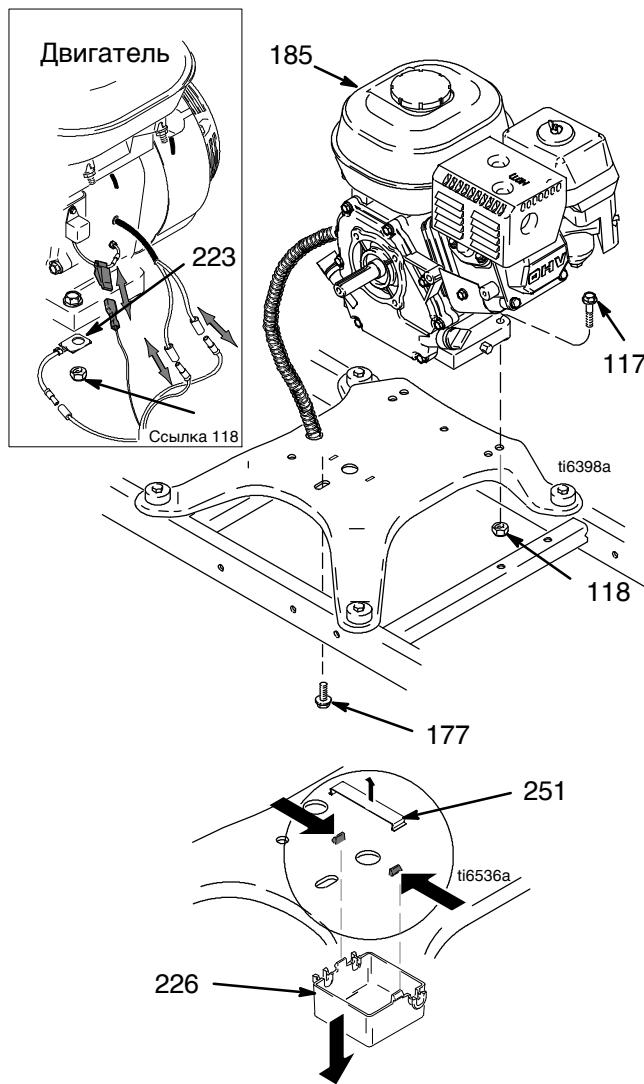

Рис. 12
- См. Рис. 12. Снимите зажим (251) и распределительную коробку (226).
- См. Рис. 12. Закрепите распределительную коробку (226) с помощью зажима (251).
- Проверьте размер, для чего положите жесткий прямой стальной брус (B) поперек лицевой поверхности корпуса муфты сцепления (5). Используйте точный измерительный прибор для проверки расстояния между бруском и лицевой поверхностью зажима. При необходимости, отрегулируйте положение зажима. Затяните два винта (175) усилием в  $14 \pm 1,1$  Нм.
- См. Рис. 12. Выкрутите винт (177). Снимите два винта (117), контргайки (118) и заземляющий провод (230, 260) с основания двигателя (185).
- См. Рис. 12. Установите два винта (117) и заземляющий провод (230, 260) на основания двигателя, и закрепите их контргайками (118). Затяните их усилием в 27 - 40,7 Нм.